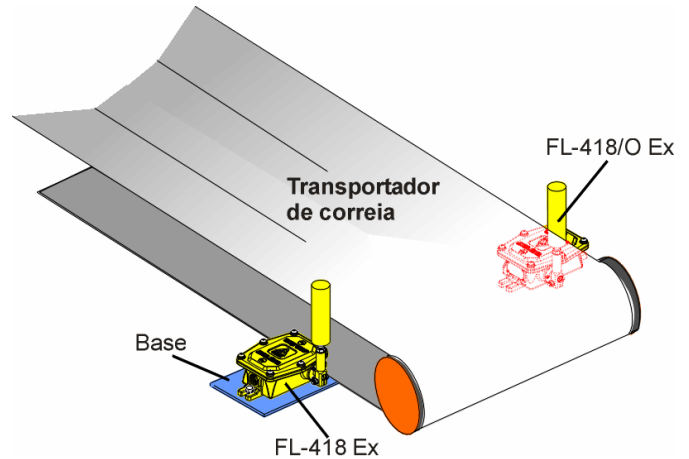
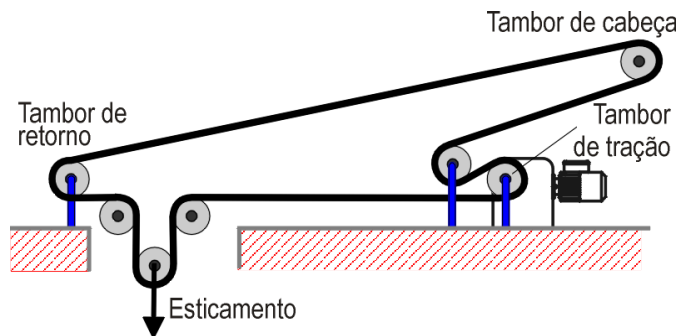

Fig.1 - Exemplo de montagem de FL-418 Ex
Fig.2 - Locais críticos em correias transportadoras
- A chave deve ser montada preferencialmente em uma base usinada, alternativamente, pode ser utilizada uma chapa fina (1/4") como base (fig. 1).
- A chave de desalinhamento padrão tem o rolete localizado à direita. Se for desejada uma montagem simétrica das chaves para perfeito alinhamento dos roletes, pode-se usar pares de chaves padrão com chaves com roletes montados no lado oposto (à esquerda - opcional /O) como na fig. 1. Esta combinação tem efeito estético mas sua eficácia na detecção de desalinhamento é exatamente a mesma que se obtém ao usar chaves iguais em lados opostos do transportador de correia.
- Segundo norma NBR 13.862 as chaves detectoras de desalinhamento **FL-418 Ex** devem ser instaladas em ambos os lados da correia (fig. 1) pelo menos nos seguintes pontos (fig. 2):